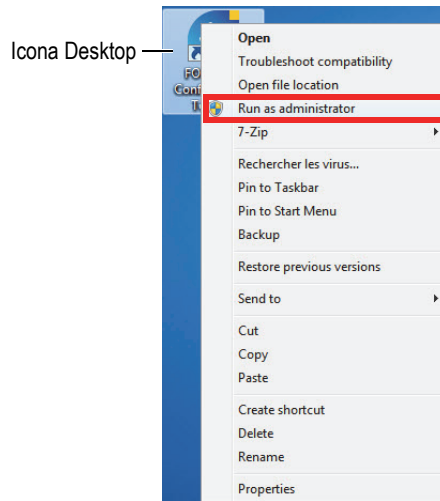

Figura 5-1 Apertura del Configuration Tool
- ◆ Nel desktop, cliccare con il tasto destro del mouse sull'icona Configuration Tool e in seguito cliccare su **Run as administrator** > **Yes** (Esegui come amministratore > Sì) [vedi Figura 5-1 a pagina 24].